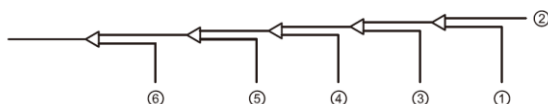

Рисунок 5.16
8. Продуйте остальные отверстия таким же образом, постепенно перемещаясь от доводчика А к наружным блокам. См. рисунок 5.16.